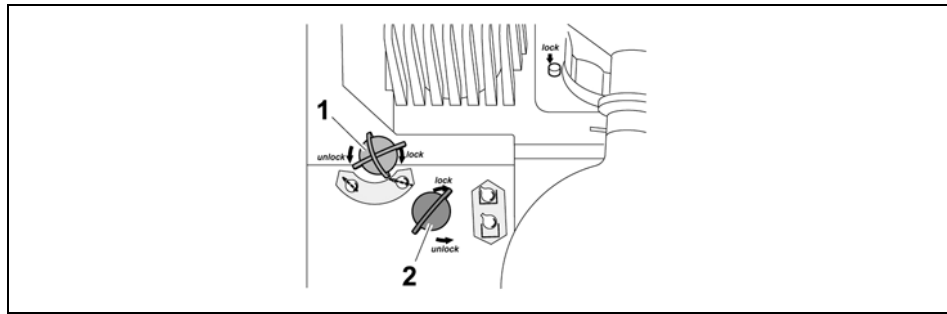

Bild 4-11: Verdampfungskolbenneigung / -eintauchtiefe
- Schwarzen Drehknopf (Bild 4-11 (2)) gegen Uhrzeigersinn drehen, in Richtung **unlock**.
- Schwarzen Drehknopf (Bild 4-11 (2)) gegen den Uhrzeigersinn drehen, in Richtung **unlock**.